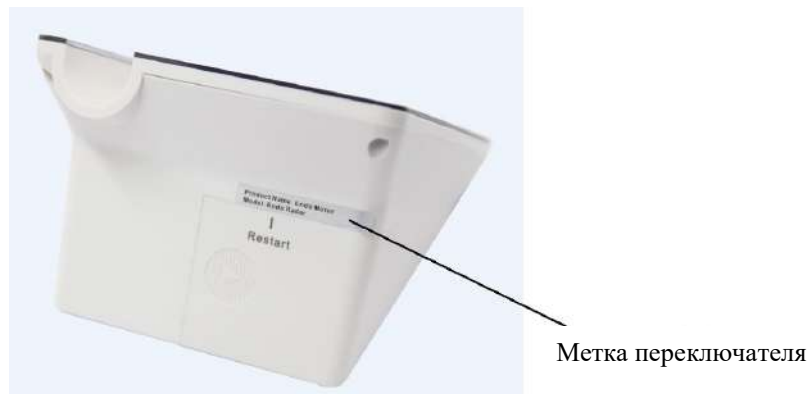

Рисунок 3
Габаритные размеры блока управления:	140 мм (±1 мм) x 140,5 мм (±1 мм) x 98,8 мм (±2 мм) см. п. 15 Чертежи (Рисунок 3 Блок управления)
- 2.1 Перед первым использованием удалите метку переключателя с корпуса блока управления (см Рисунок 3).